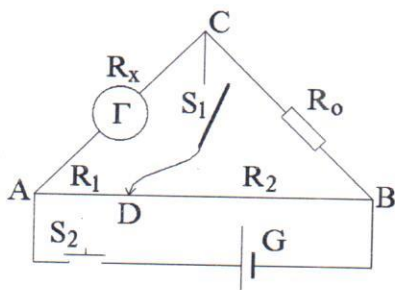

Рис.3
1. Для включения такой схемы необходимо отжать клавишу $S2$ (положение – мост, см. рис.3)